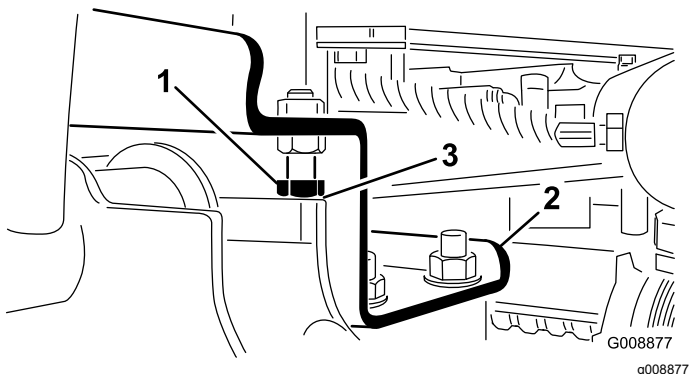

Figura 12
A. Allentate i bulloni di arresto (Figura 12).
2. Verificate che il gioco tra ciascun braccio di sollevamento e il bullone di arresto sia di 0,13 a 1,02 mm (Figura 12). Se il gioco non rientra in questo campo, regolate il gioco dei bulloni di arresto.